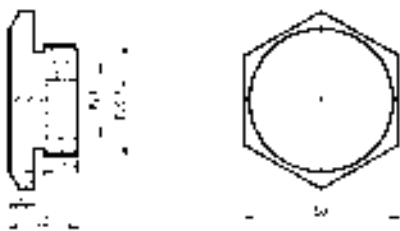

图 6-77 标注线性尺寸
2) 标注线性尺寸。单击“标注”工具栏中的“线性”按钮,标注线性尺寸,结果如图 6-77 所示。